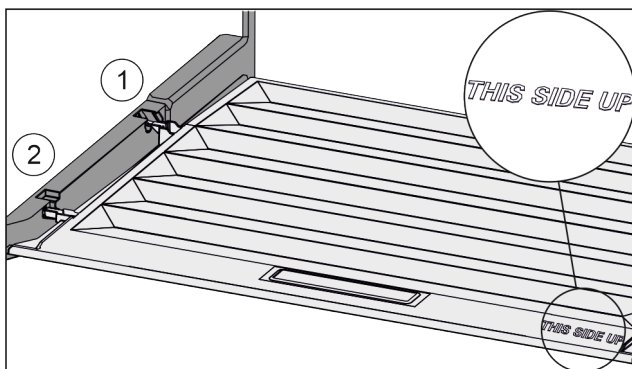

Fig. 74
- ▶ Ramiona pokrywy wprowadzić ponad otworem tylnego uchwytu Fig. 74 (1) i zazębnić z przodu w uchwycie Fig. 74 (2).